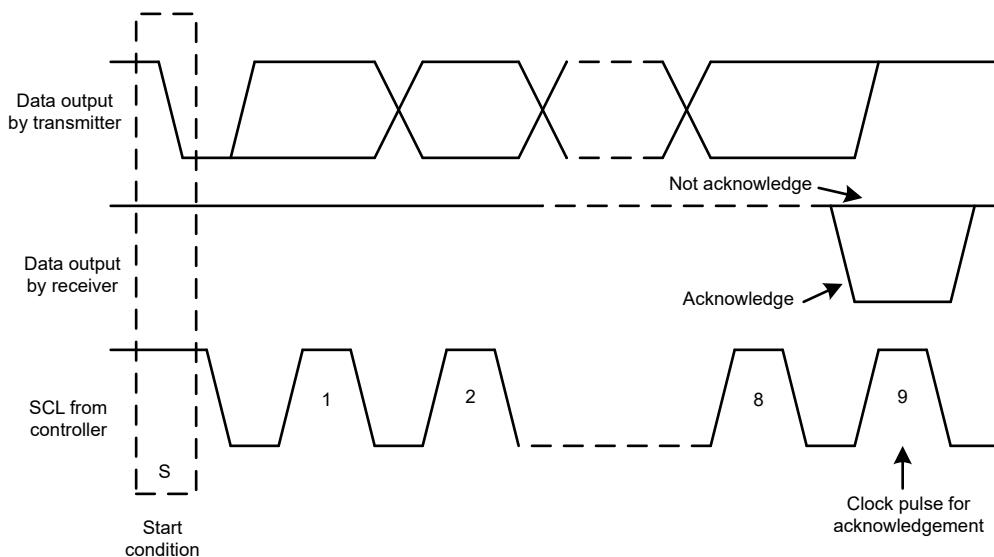
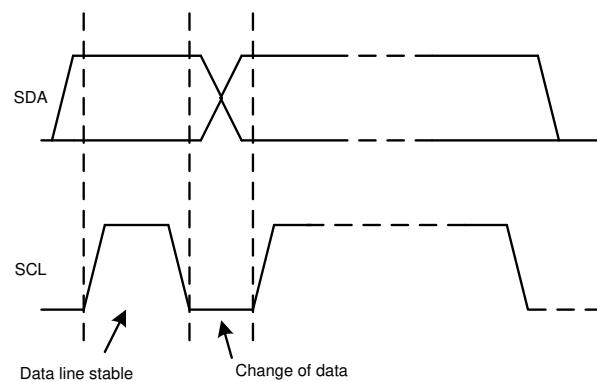

图 7-9. I²C 总线上的确认和非确认
图 7-11. 在 I²C 总线上的位传输
除了特定的时序信号外， I²C 接口还使用串行字节。在每个字节结束时，第九个时钟周期产生并检测确认信号。确认是指 SDA 线在第九个时钟周期的高电平期间被拉低。非确认是指 SDA 线在第九个时钟周期的高电平期间保持高电平，如图 7-9 所示。
2. 控制器随后产生 SCL 脉冲，并在 SDA 线上发送 7 位地址和读取/写入方向位 (R/W)。在所有传输期间，控制器确保数据有效。有效数据条件要求 SDA 线在时钟脉冲的整个高电平期间保持稳定，如图 7-11 所示。所有器件都识别控制器发送的地址，并将其与相应内部固定地址进行比较。只有具有匹配地址的目标器件才会通过在第 9 个 SCL 周期的整个高电平期间拉低 SDA 线来生成确认，如图 7-9 所示。当控制器检测到此确认时，则表示与目标的通信链路已建立。